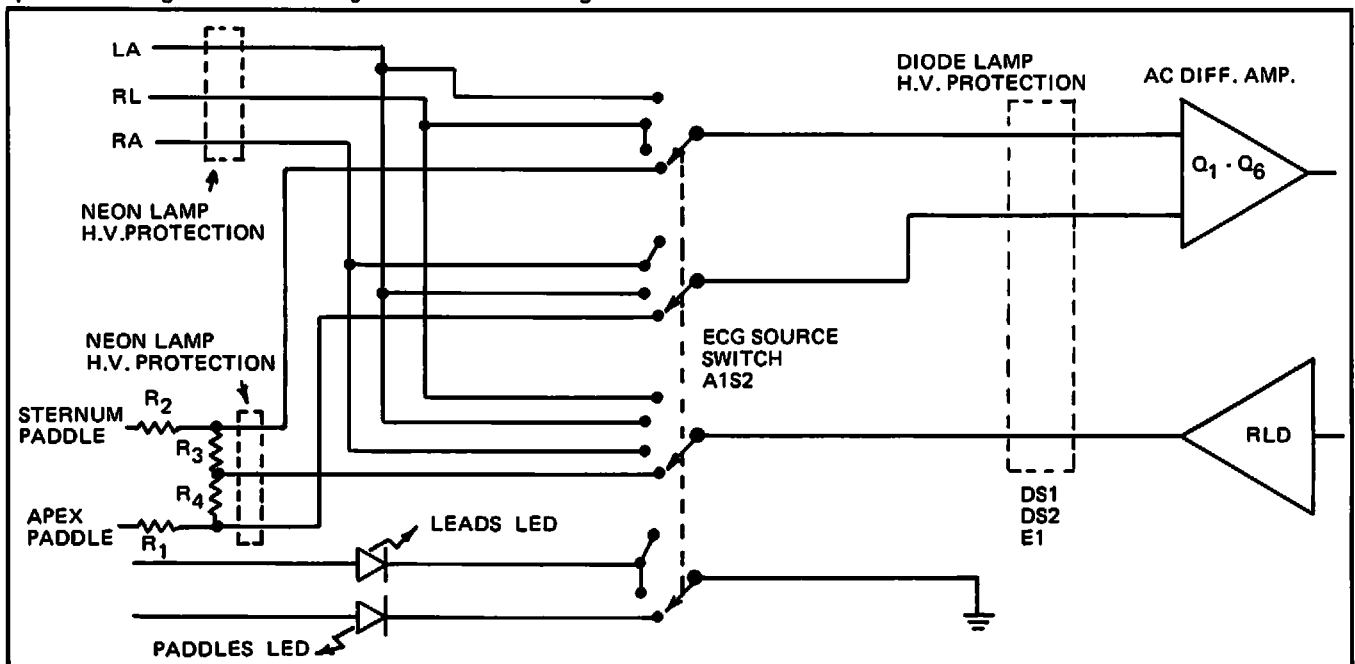

Figure 2-3
2.3.1.1 ECG Source Switch (Fig. 2-3).